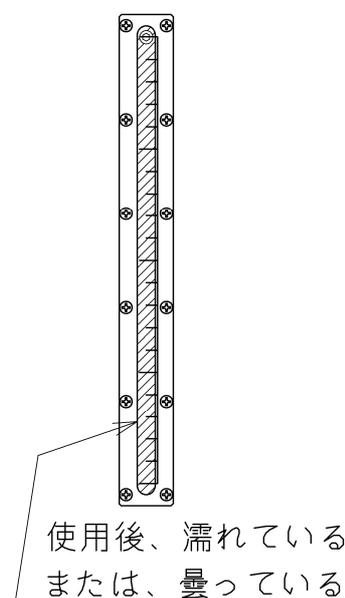

図3
- ・使用中または使用後、穿孔機の送り確認窓の内側が水で濡れている又は曇っている。(図3)